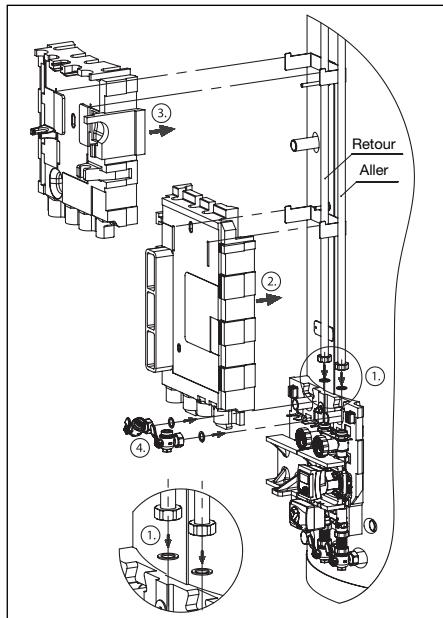

Fig. 11 Montage des isolations thermiques
- Réaliser le tubage des conduites aller et retour en partant du groupe du circuit de chauffage (fig. 11 point 1) ou utiliser le jeu de raccordement réf. 138 35 80 ou réf. 138 35 81 pour un deuxième circuit de chauffage optionnel.